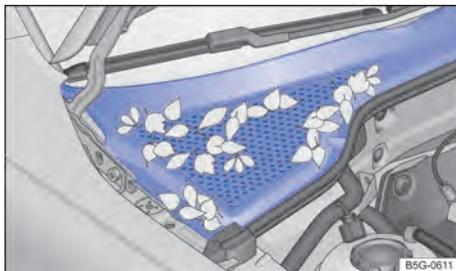

Fig. 199 Entre o compartimento do motor e o para-brisa: caixa de água (representação esquemática).
- A caixa coletora de água está localizada no compartimento do motor, entre o para-brisa e o motor e sob uma cobertura perfurada → Fig. 199. O ar ambiente é sugado da caixa coletora de água para o interior do veículo por meio do sistema de aquecimento e ventilação ou do ar-condicionado.